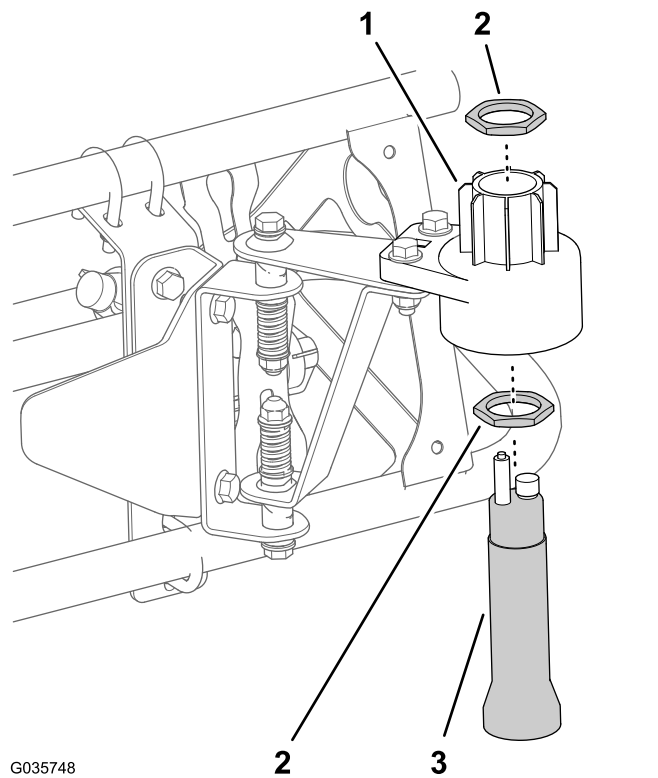

Figura 20
- A. Monte uma porca grande no sensor (Figura 20).
- B. Insira o sensor na caixa do sensor inferior (Figura 20).
- D. Monte a outra porca grande no sensor (Figura 20).